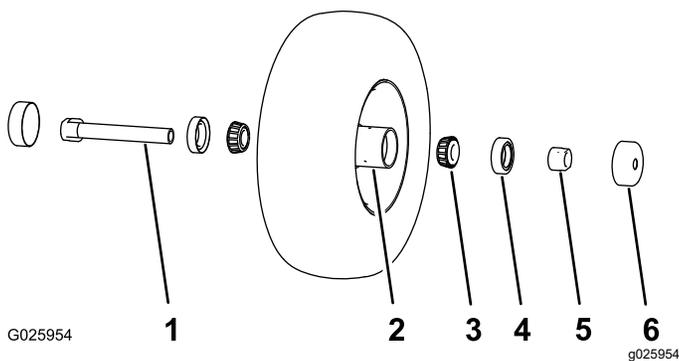

Figura 27
1. Retire los 2 protectores de los retenes del buje de la rueda (Figura 27).
2. Retire 1 de las tuercas espaciadoras del eje de la rueda giratoria (Figura 27).
Nota: Observe que las tuercas espaciadoras llevan adhesivo de roscas para pegarlas al eje (Figura 27).
3. Retire el eje (con la otra tuerca espaciadora aún montada en el mismo) del conjunto de la rueda giratoria (Figura 27).
4. Retire los dos retenes haciendo palanca (Figura 27).
5. Retire los dos cojinetes y compruebe cada uno de ellos en busca de desgaste o daños (Figura 27).
1. Introduzca un cojinete en el buje de la rueda (Figura 27).
2. Introduzca el retén del cojinete en el buje en el cojinete (Figura 27).
- C. Enrosque la tuerca del eje, con los segmentos planos para llave inglesa hacia fuera, en el extremo del eje que está preparado con el adhesivo de roscas (Figura 27).
4. Introduzca el eje con la tuerca montada en él en la rueda, en el lado que contiene el retén nuevo y el cojinete (Figura 27).
6. Introduzca el otro cojinete y un retén nuevo en la rueda (Figura 27).
- Instale los protectores de los retenes sobre el buje de la rueda (Figura 27).